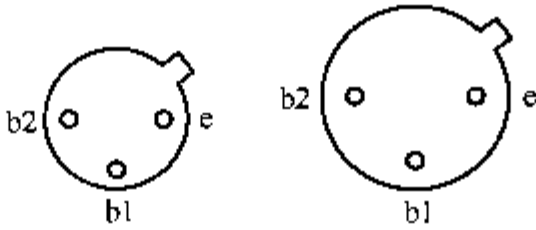

图 2-39 BT31~BT33 等双基极二极管的引脚布局示意图
**提示** BT31 ~ BT33 等双基极二极管引脚的名称通过图 2-39 就可以识别。